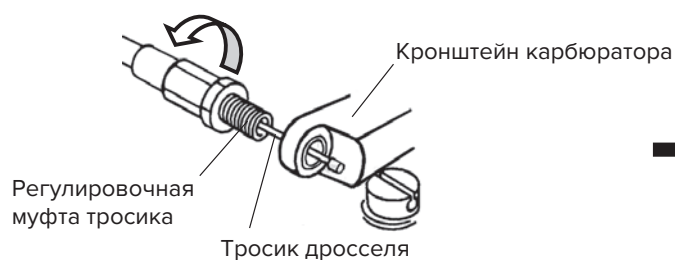

Рис. 2c
1. Вставьте тросик дросселя в кронштейн карбюратора, затем полностью закрутите регулировочную муфту тросика в кронштейн карбюратора. (рис. 2c)